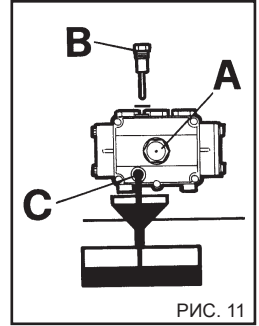

РИС. 11
- 2) Отвинтите пробку с щупом контроля уровня, рис. 11.